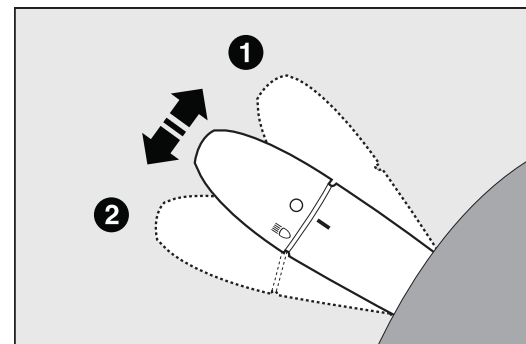

Fig 18
- omhoog (stand 1 fig. 18): inschakeling rechter richtingaanwijzer.
- omlaag (stand 2 fig. 18): inschakeling linker richtingaanwijzer.